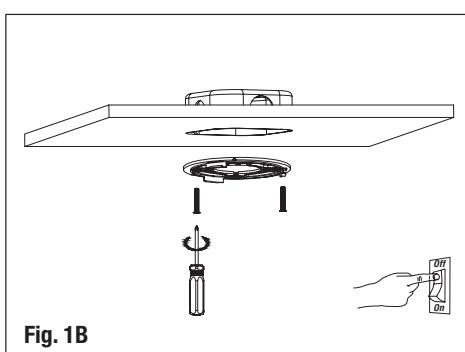

Fig. 1B
- Attach mounting bracket. With Power OFF, screw the bracket into the ceiling with the provided screws (Fig. 1B).
- Fixez le support de montage. L'appareil étant hors tension, vissez le support au plafond à l'aide des vis fournies (Fig. 1B).